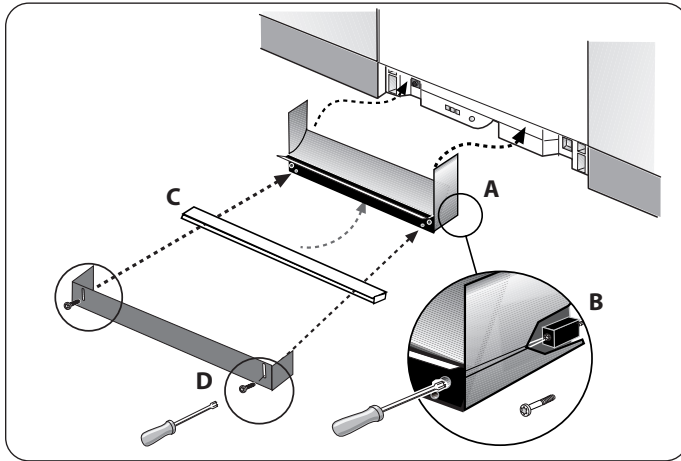

Figure 31
- 1) Placer la pièce base sous et vers le haut du panneau inférieur avant du lave-vaisselle comme à la figure 31.
- 2) Insérer les vis de pièce de base (figure 1, lettre O) dans la pièce de base, figure 31, lettre B. Serrer les vis de pièce de base.
- 3) Placer la bande isolante en coton (figure 1, lettre C) sous l'appareil entre le bas de la pièce de base et le plancher comme à la figure 31, lettre C.
- 4) Placer le panneau inférieur sur la bande isolante en coton et utiliser les vis du panneau (figure 1, lettre N) pour maintenir le panneau en place comme à la figure 31, lettre D.